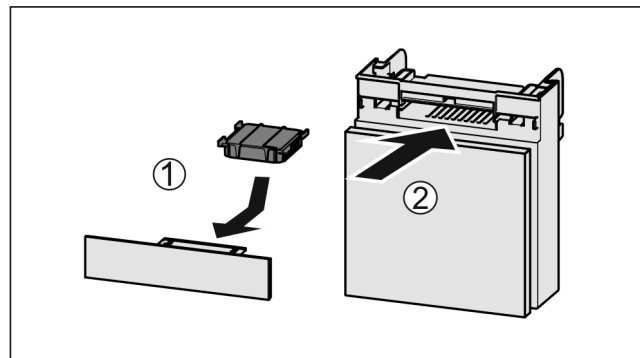

Fig. 115
- ▶ Поставете Fig. 115 (1) филтър с активен въглен, както е показано на фигурата.
- ▶ Вкарайте Fig. 115 (2) отделението.